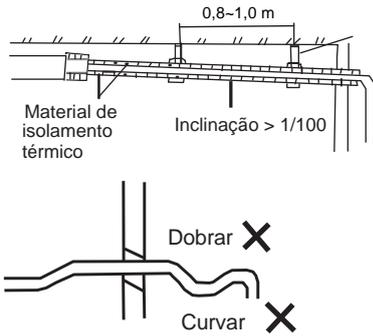

Figura 5.1
4. A fim de evitar que a água regresse ao ar condicionado quando a operação é interrompida, o tubo de drenagem de água deve ser inclinado para baixo em direção ao exterior (lado da drenagem) e o ângulo de inclinação não deve ser superior a 1/100. Certifique-se de que a drenagem de água não dilata ou absorve água; caso contrário, irá provocar ruídos estranhos. Ver Figura 5.1.
5. Ao ligar os tubos de drenagem de água, não puxe os tubos para evitar que a ligação do tubo de sucção de água se solte. Enquanto isso, defina um ponto de apoio a cada 0,8-1 m para evitar que os tubos de drenagem de água se dobrem. Ver Figura 5.1.